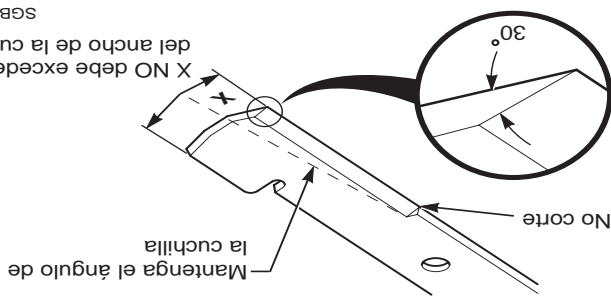

Figura 7-8 Afilado de las cuchillas
1. Afíle el borde de corte en el mismo bisel que el original (Vea la Figura 7-8). Sólo afíle la parte superior del borde de corte para mantener el filo.